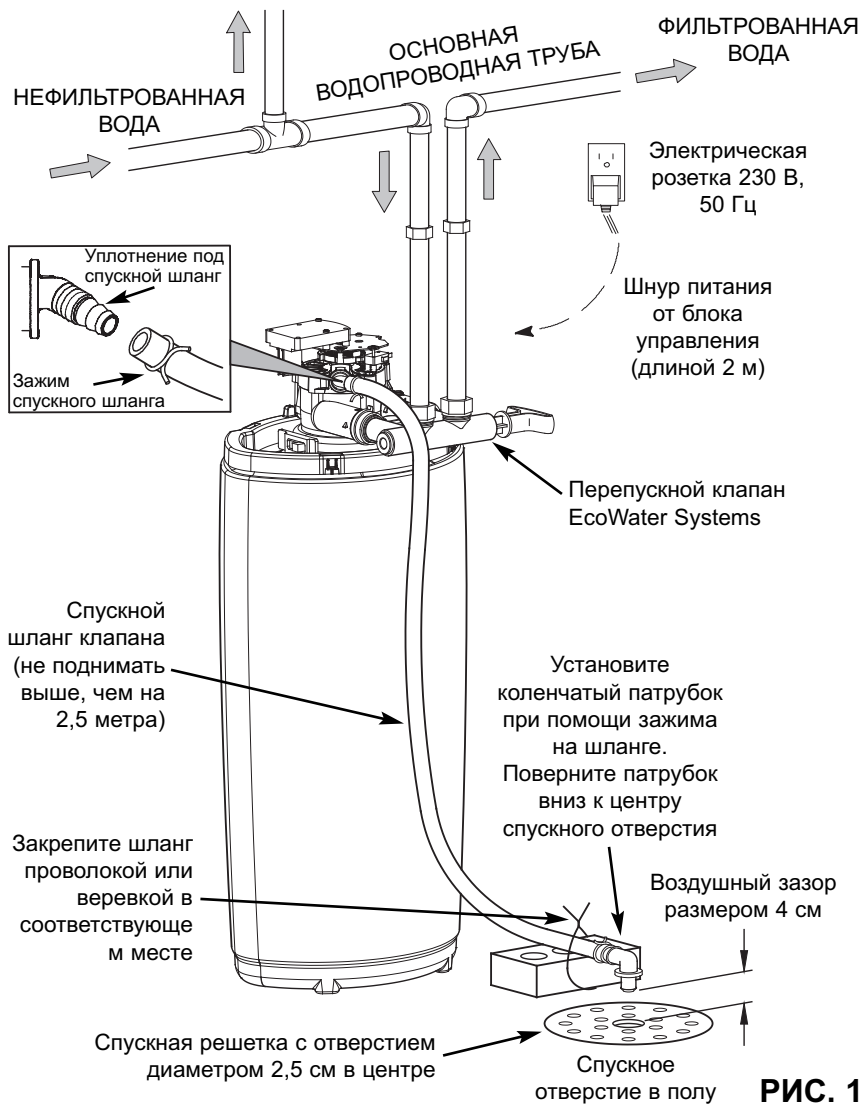

РИС. 1
1. Убедитесь, что спускной шланг подключен к центральной системе фильтрации воды и закреплен над спускным отверстием с обратной стороны (см. рисунок 1).